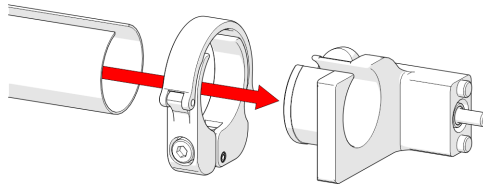

Abbildung 2-122 Schieben des Schlauchs auf die Halterung
2. Schieben Sie die Klemme auf den Schlauch und den Schlauch auf die Außenseite der Halterung (siehe Abbildung 2-122 auf Seite 126).